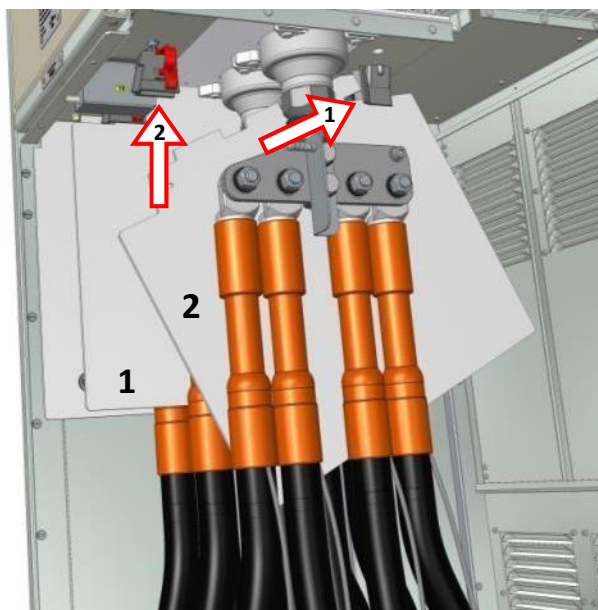

Рис.6.31. Монтаж межфазных изоляционных стенок в КО шкафа TER_SP15_Etalon_2
16. Установить внутренние межфазные изоляционные перегородки TER_SGdet_PlastIns_4, рисунок 6.31.